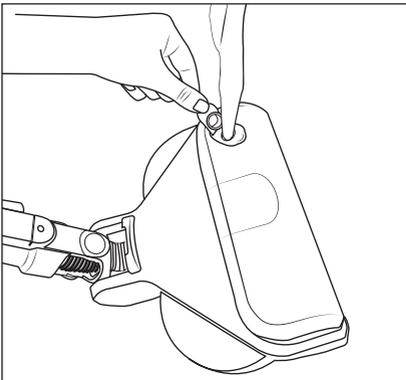

Fig. 16
- 1) Saisissez la languette d'obturation ❸³ du réservoir d'eau fraîche ❸² avec les doigts et tirez-la vers le haut pour la sortir de l'orifice de remplissage du réservoir d'eau fraîche ❸² (voir fig. 16).
- 2) Versez de l'eau du robinet ou de l'eau distillée dans le réservoir d'eau fraîche ❸² (voir figure 16).
- 3) Refermez l'orifice de remplissage du réservoir d'eau fraîche ❸² en enfonçant fermement la languette d'obturation ❸³ dans l'orifice de remplissage.